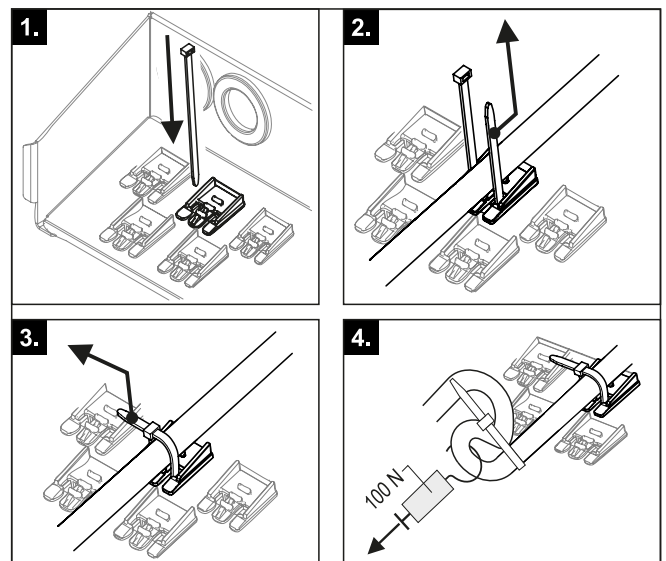

Bild 3-37 Zugentlastung herstellen und prüfen
- 7 Für alle an das Innengerät angeschlossenen Kabel muss außen am Regelungsgehäuse mittels Kabelbinder eine wirksame Zugentlastung sichergestellt werden (Schritt 1 – 3, Bild 3-37).
- 8 Haltekraft der Zugentlastung prüfen (Schritt 4, Bild 3-37).